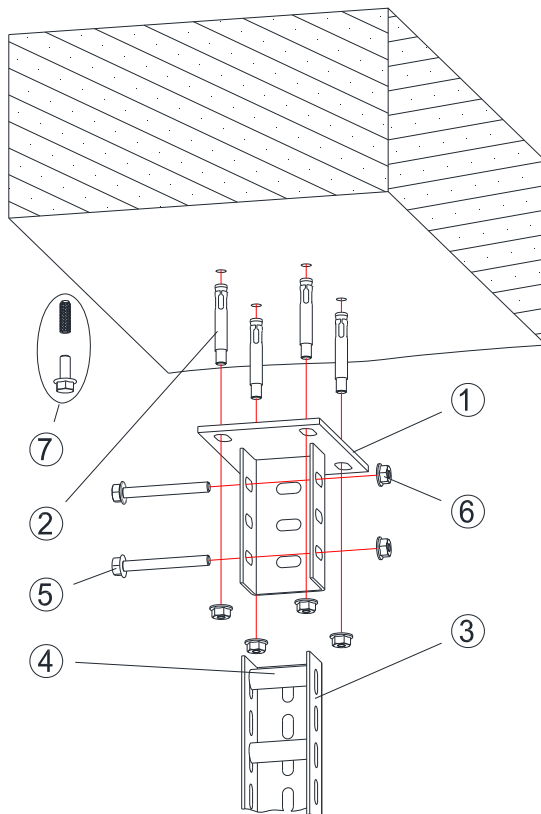

Рисунок 55
8.6.1 На плоскости монтажа разметить и просверлить четыре отверстия для крепления кронштейна потолочного SSH позиция 1 (рисунок 55). Диаметр и глубина отверстий выбираются в зависимости от предполагаемого анкерного крепежа.